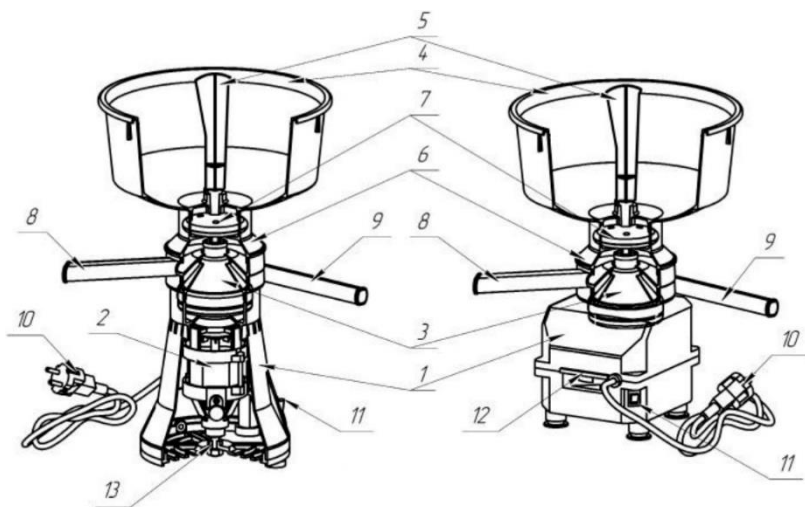

Рис. 1
5.1 Электропривод (рис. 1) представляет собой пластмассовый корпус 1, в котором на упругой опоре закреплен электродвигатель 2.
5.2 Молочная посуда служит для осуществления подачи молока в барабан, вывода сливок и обезжиренного молока после сепарирования. Молочная посуда (рис. 1) состоит из молокоприёмника 4, крана 5, камеры поплавковой 6 с поплавком 7, приёмника сливок 8, приёмника обезжиренного молока 9.
5.3 Барабан 3 (рис. 1) – основной узел сепаратора, в котором под действием центробежных сил происходит процесс разделения на сливки и обезжиренное молоко.
6.4 Установить на электропривод посуду в соответствии с рис. 1.
Для устранения этого режима выключатель 11 (рис. 1) установить в положении «О». Звуковой сигнал должен прекратиться. Проверить правильность установки посуды и барабана. Повторить запуск сепаратора.